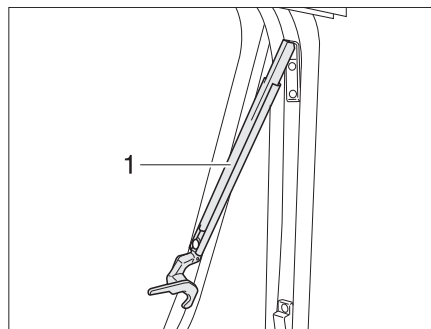

Fig. 42 Ventana abatible con soportes automáticos, abierta
- Abrir la ventana abatible hasta la posición de enclavamiento deseada. El soporte automático (Fig. 42,1) engatilla automáticamente.